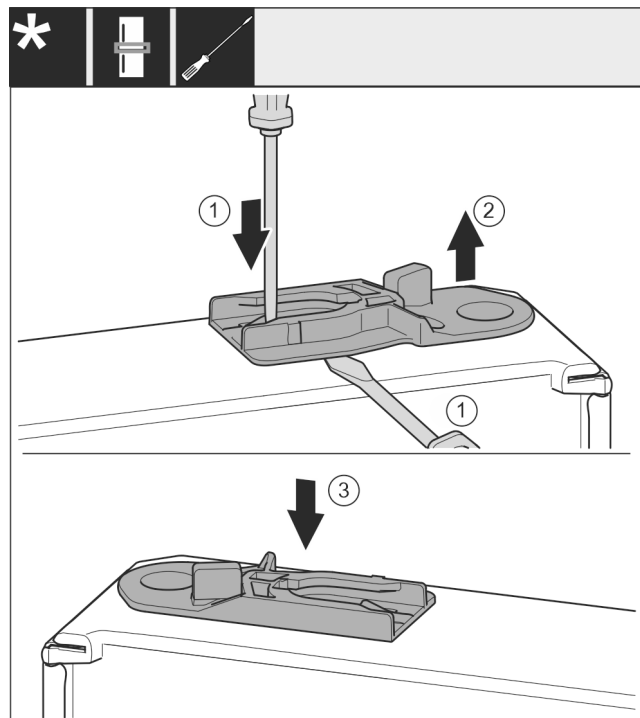

Fig. 38
- Geleidingsbus eruit trekken: Lip met de sleufschroevendraaier indrukken en gelijktijdig de sleufschroevendraaier onder de geleidingsbus plaatsen. *Fig. 38 (1, 2)*
- De bij de levering geleverde geleidingsbus op de andere zijde van de behuizing aanbrengen. *Fig. 38 (3)*